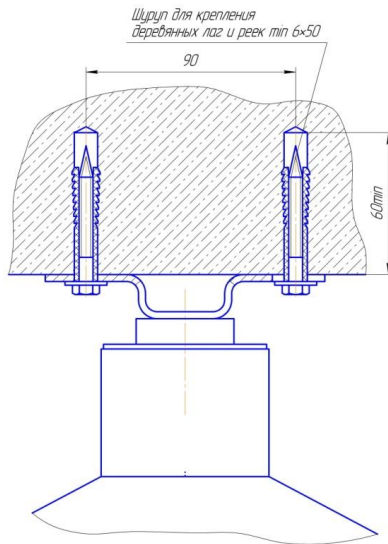

Рис.4
6.2.1 МПП крепить к потолочному перекрытию (Рис.4) дюбелями диаметром 10 мм, саморезами или шурупами минимум 6\*50 мм. При этом крепление МПП к потолочному перекрытию должно выдерживать импульсную нагрузку от отдачи модуля в момент выброса огнетушащего порошка.